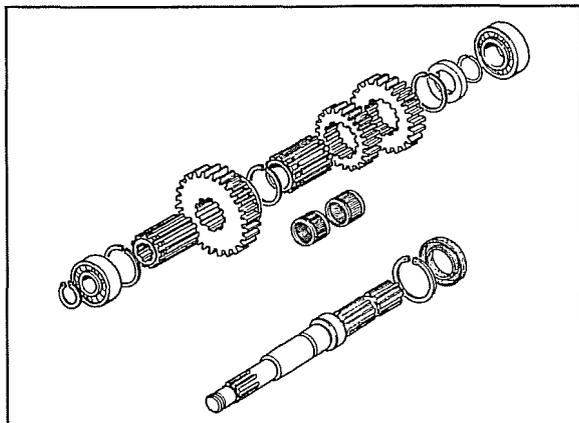

Fig. 19
8. La fig. 19 muestra el orden de las piezas montadas en el eje de la toma de fuerza independiente.